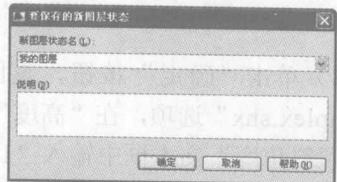

图 1-9 “要保存的新图层状态”对话框
2) 单击对话框中的“新建”按钮, 弹出如图 1-9 所示的“要保存的新图层状态”对话框。